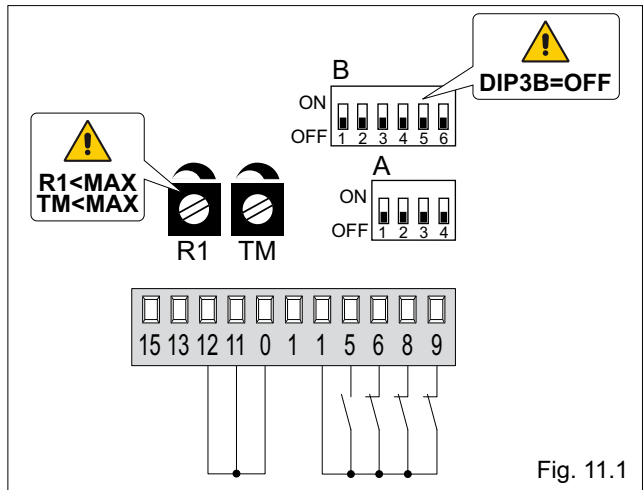

Fig. 11.1
**(Fig. 11.1) Le vantail s'arrête sur les butées mécaniques et sur les obstacles.**